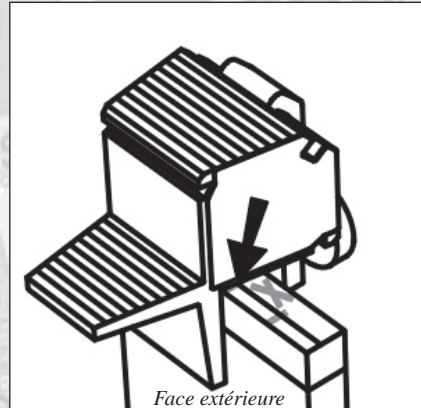

FIGURE 24 : Le guide est positionné en repère de l'intersection des tracés.
Cette fois c'est indispensable car le tracé des queues mâles des côtés de tiroirs devra t'être transféré sur le tracé d'épaisseur de la façade. Contrairement aux queues traversantes, le repère se fera à l'intersection avec le trait d'épaisseur de la façade (voir figure 24).
5. Positionnez votre guide en vous référant à l'intersection du tracé (figure 24).